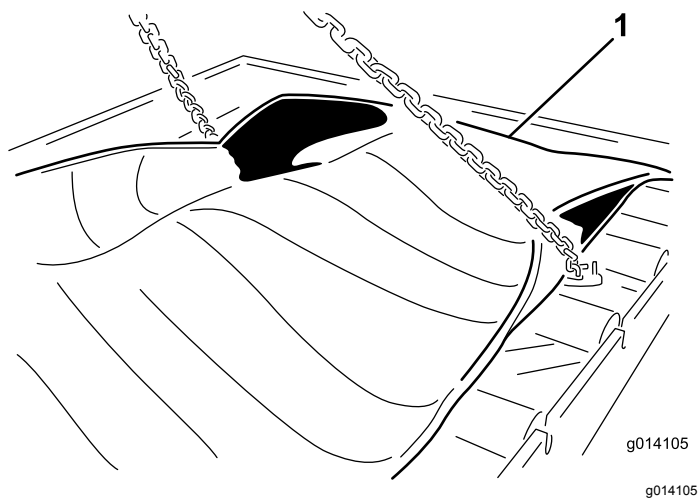

Figure 60
23. Retirez les 24 boulons pour libérer la cassette (Figure 60).